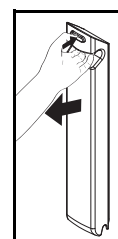

Fig. 3
- 4) Cuando las baterías estén completamente cargadas, extráigalas del cargador. Para ello, pulse el botón rojo y tire de la batería hacia usted (consulte la Fig. 3). El LED seguirá verde para mostrar que el cargador está encendido.